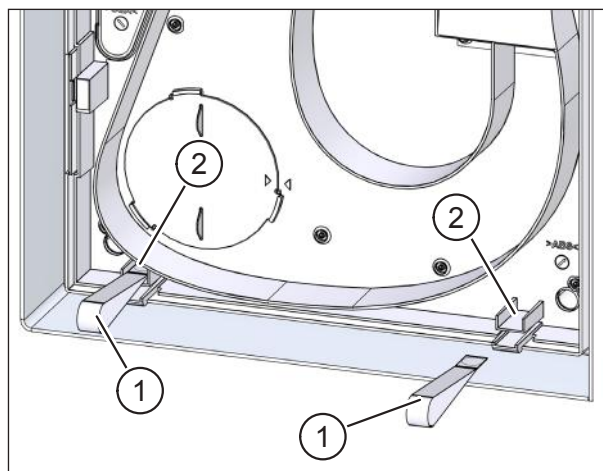

Рис. 43: приклеить вытяжные ремешки крышки установки
- ▶ Достаньте оба вытяжных ремешка крышки установки (поз. 1 на рис. 43) из набора адаптеров U2.
- ▶ Приклейте ремешки на верхнюю часть держателей крышки (поз. 2 на рис. 43).
При внутристенном монтаже U2 обратите внимание, чтобы вытяжные ремешки крышки (поз. 1 на рис. 43 на стр. 39) выступали за крышку установки.